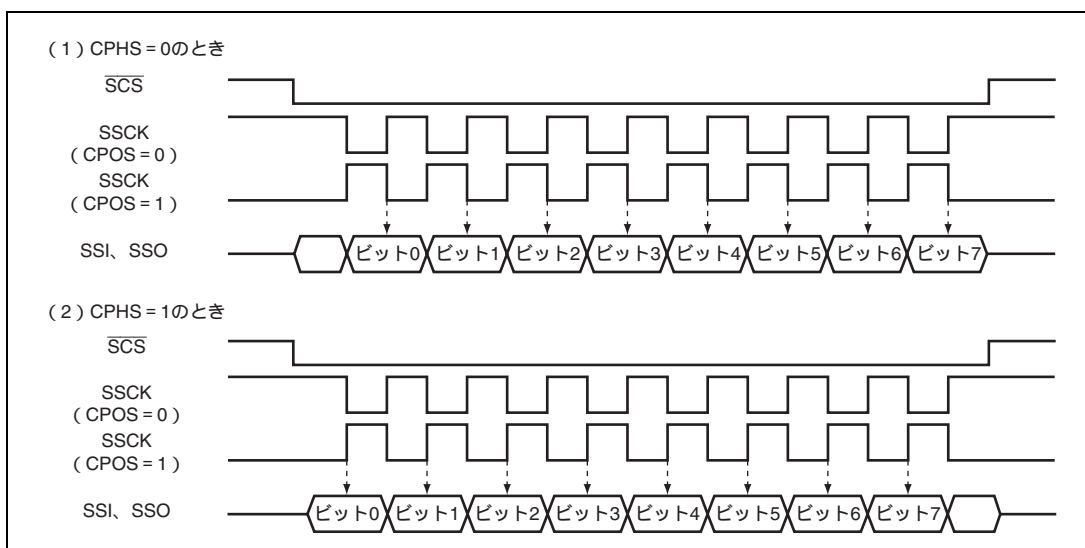

図 16.2 クロックの位相、極性とデータの関係
SSCRLのSSUMS=0のとき、SSMRのCPOSとCPHSの組み合わせでクロックの位相、極性および転送データの関係が変わります。これらの関係を図16.2に示します。SSUMS=1のとき、CPOSの設定は有効ですが、CPHSの設定は無効となります。SSUMS=1の場合の送信データの変化タイミングおよび受信データの取り込みタイミングは、図16.2の「(1) CPHS=0のとき」と同じタイミングになります。